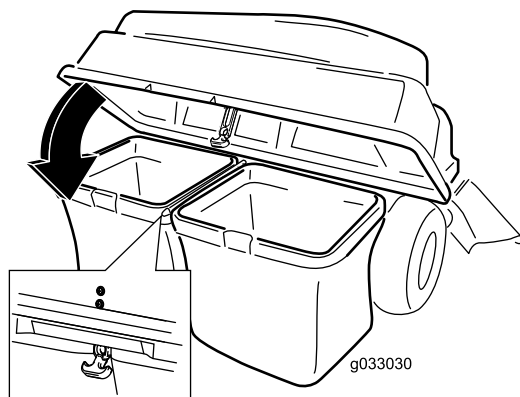

Figura 19
5. Baixe a parte superior do depósito de recolha para os sacos (Figura 19).
6. Prenda o capot com o trinco (Figura 19).